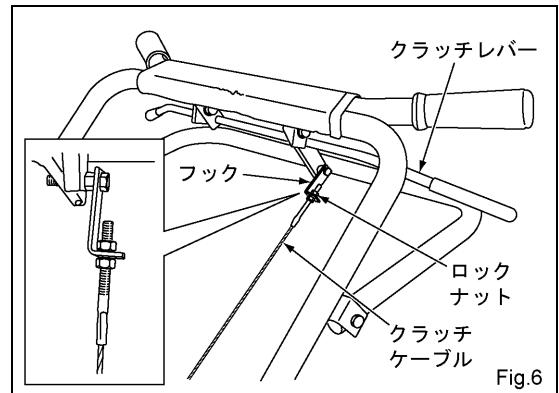

Fig.6
(4) クラッチケーブルをクラッチレバーのフックにロックナット (8 mm) 2個で取り付けます。(Fig.6)